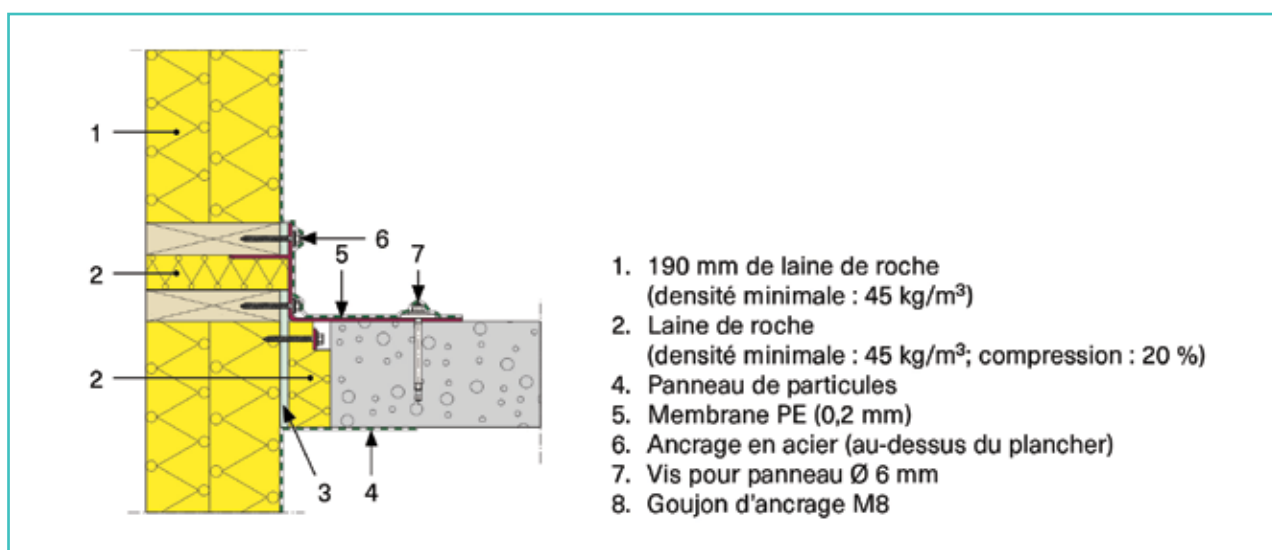

Fig. 1 Liaison de l'élément de façade en bois au plancher en béton (configuration testée en laboratoire).
- en effectuant un bourrage à la laine de roche d'une densité minimale de 45 kg/m^3 , comprimée à 20 % sur toute l'épaisseur de la dalle (minimum 15 cm) (voir figure 1)